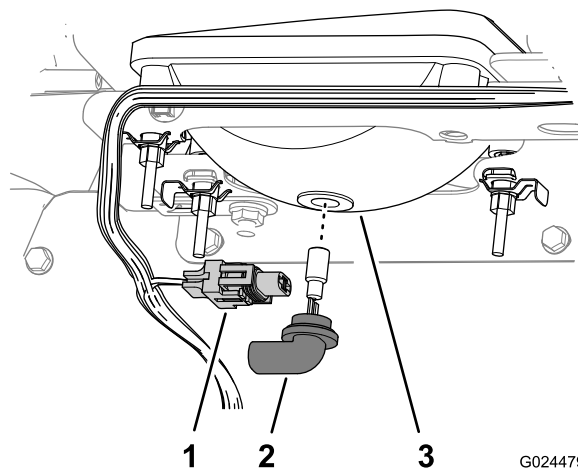

Figura 39
3. Scollegate il connettore elettrico del cablaggio dal connettore del gruppo luci sul retro del vano del faro (Figura 39).
4. Ruotate il gruppo luci di 1/4 giro in senso antiorario spostandolo indietro, fuori dalla sede del vano del faro (Figura 39).
5. Inserite il nuovo gruppo luci e il vano del faro e allineate le linguette nel gruppo luci alle fessure nel vano del faro (Figura 39).
6. Fissate il gruppo luci ruotandolo di 1/4 di giro in senso orario (Figura 39).
7. Collegate il connettore elettrico del cablaggio al connettore del nuovo gruppo luci (Figura 39).